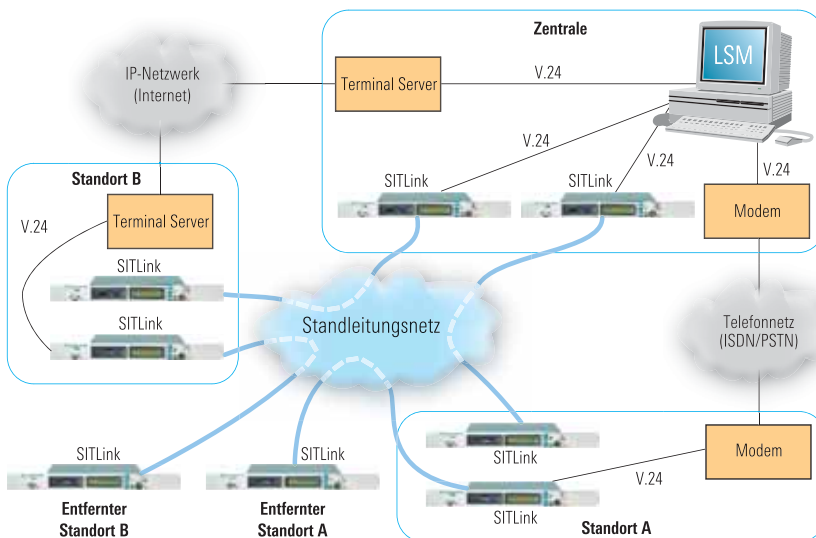

Abbildung 3: Anschluss des LSM (Link Security Management)
Die Abbildung 3 zeigt mögliche Anwendungen des LSM. Für die Überwachung und Verwaltung wird eins der Enden einer abzusichernden Strecke direkt (lokal) oder über ein Fernnetz angesprochen. Dazu wird die serielle V.24-Verbindung durch eine Modemverbindung oder die Nutzung von sogenannten Terminal Servern (TS) über andere Netze emuliert bzw. getunnelt. Auf diese Weise erhält das LSM einen Fernzugriff auf die zu verwaltende Leitung. Das für den zu sichernden Link komplementäre Gerät wird dann „in-band“ über die gesicherte Verbindung erreicht. Voraussetzung dafür ist natürlich eine funktionierende, abgesicherte Verbindung zwischen den SITLink-Geräten.